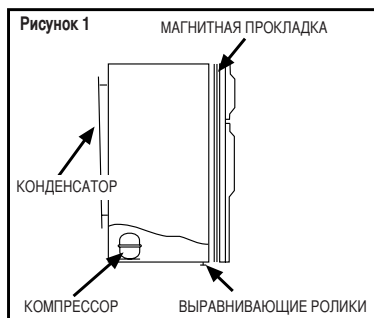

Рисунок 1
- Выровняйте холодильник. Удалите деревянные опоры и отрегулируйте роликовые рычаги (**РИС. 1**).
- Проверить, не загрязнен ли конденсатор (**РИС. 1**)
- Проверьте интенсивность освещения. При низкой освещенности обратитесь к квалифицированному специалисту (**РИС. 1**).